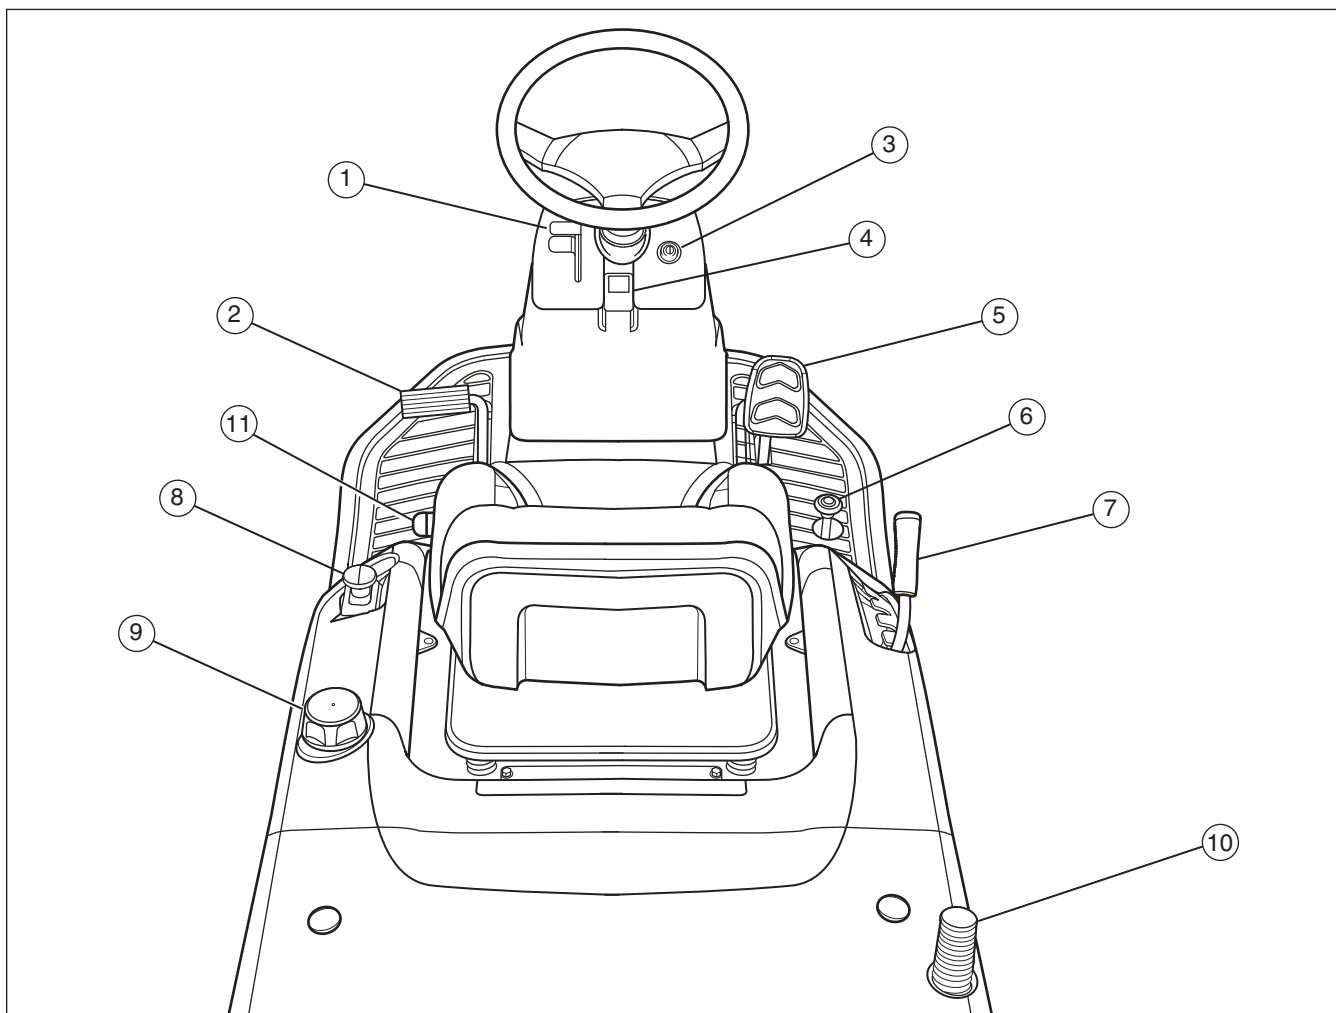

Figure 6
Levier de manette des gaz (1) : Utiliser le levier de manette des gaz pour augmenter ou diminuer la vitesse du moteur (voir la **Figure 6**). Faire monter la manette des gaz pour augmenter la vitesse du moteur et la faire descendre pour diminuer la vitesse du moteur. Toujours faire fonctionner à PLEIN régime.